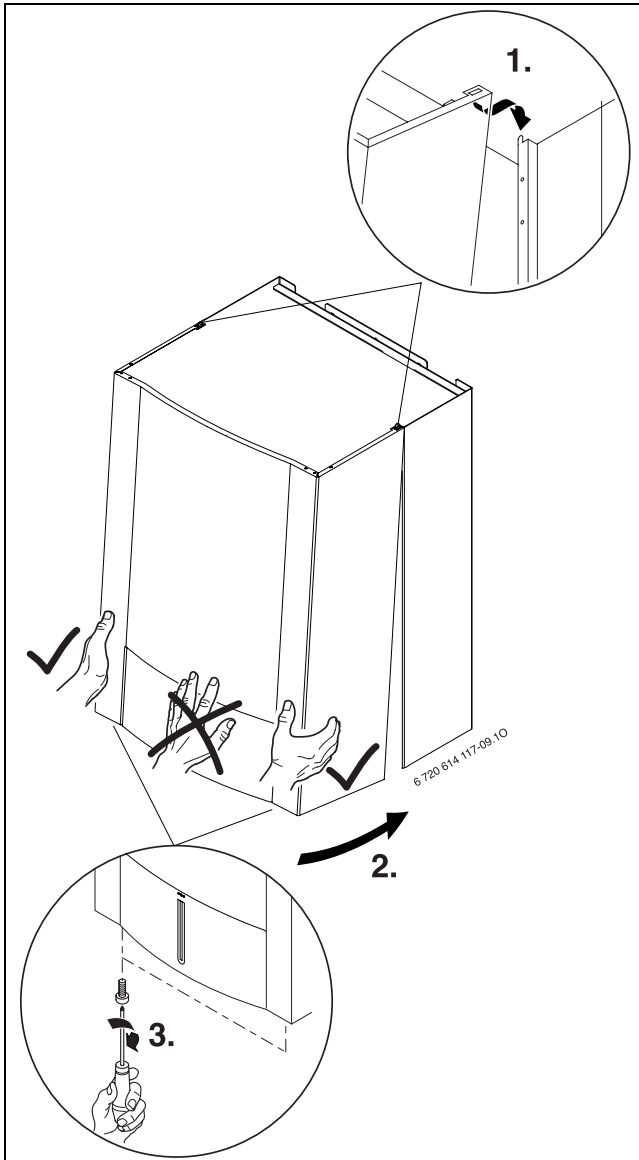

Bild 18
- ▶ Verkleidung oben einhängen, unten einrasten und mit beiliegender Schraube gegen unbefugtes Öffnen sichern (→ Schritte in Bild 18).